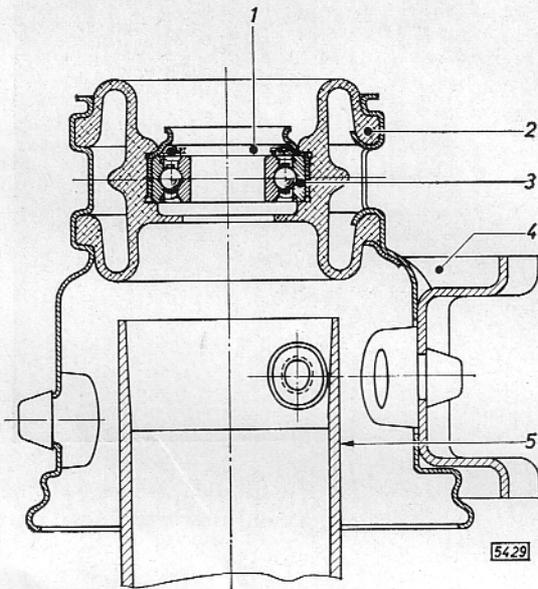

Bild B 35 - Anordnung Kugellager und Gummidämpfungsring in Gelenkbrücke
4. Kugellager mit der labyrinthartigen Blechfassung nach außen – siehe Einbaulage in Bild B 35 – in Gummidämpfungsring der Brücke einsetzen. Kontrollieren, ob der Raum zwischen Blechfassung und Kugellager mit Schutzfett B 040 881/4 gefüllt ist (B 35/1). Erforderlichenfalls Fett einfüllen.